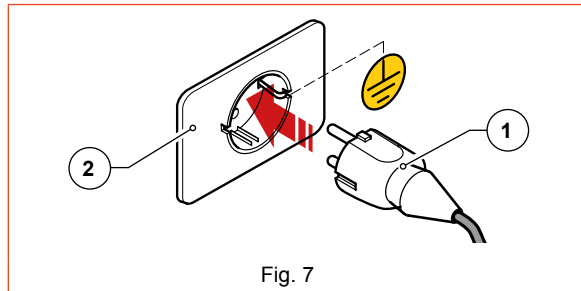

Fig. 7
- Brancher la fiche du câble d'alimentation (Fig. 7 Élém. 1) à la prise murale prévue sur le lieu d'utilisation (Fig. 7 Élém. 2) ;